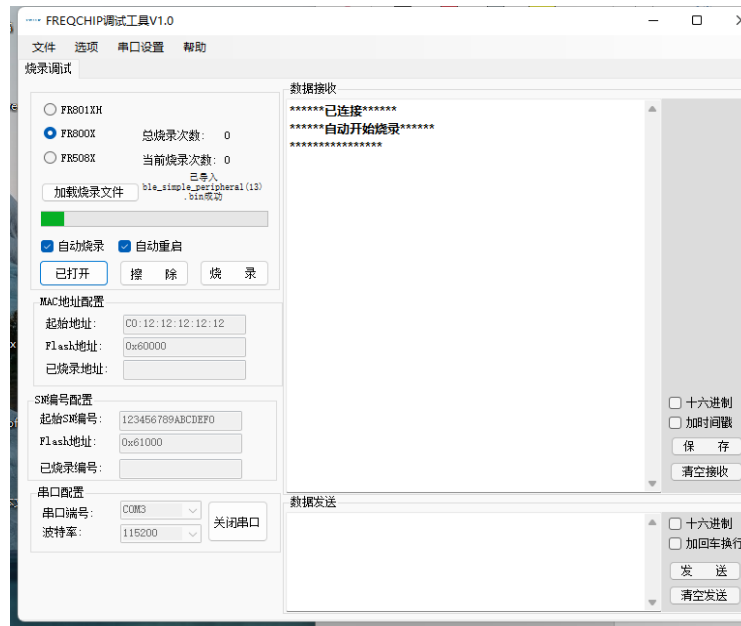

图 6.3
6.3 通过电源跳冒给 FR8008XP 芯片供电(3.0~4.2V)或者按复位键，烧录工具会开始烧录软件，如图 6.3